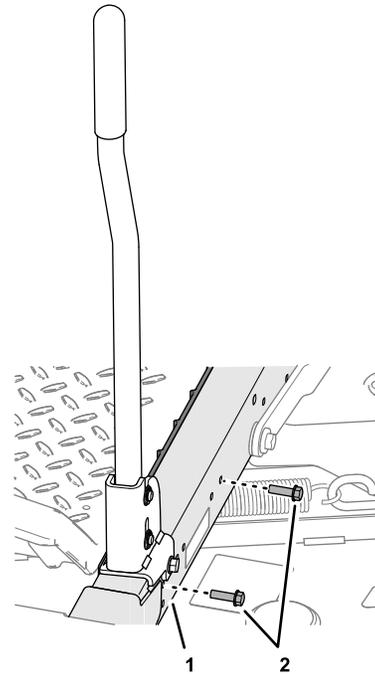

Bild 13
2. Befestigen Sie die Schutzleiste mit zwei Kopfschrauben ($\frac{1}{4}'' \times \frac{5}{8}''$) an der linken Rahmenschiene (Bild 13).